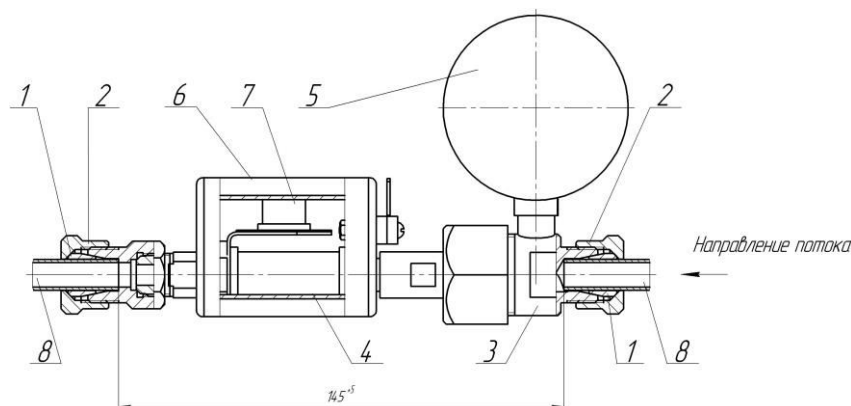

Рис. 1. Подогреватель универсальный ПГУМ-50.
4.1 Устройство подогревателя показано на рис. 1.